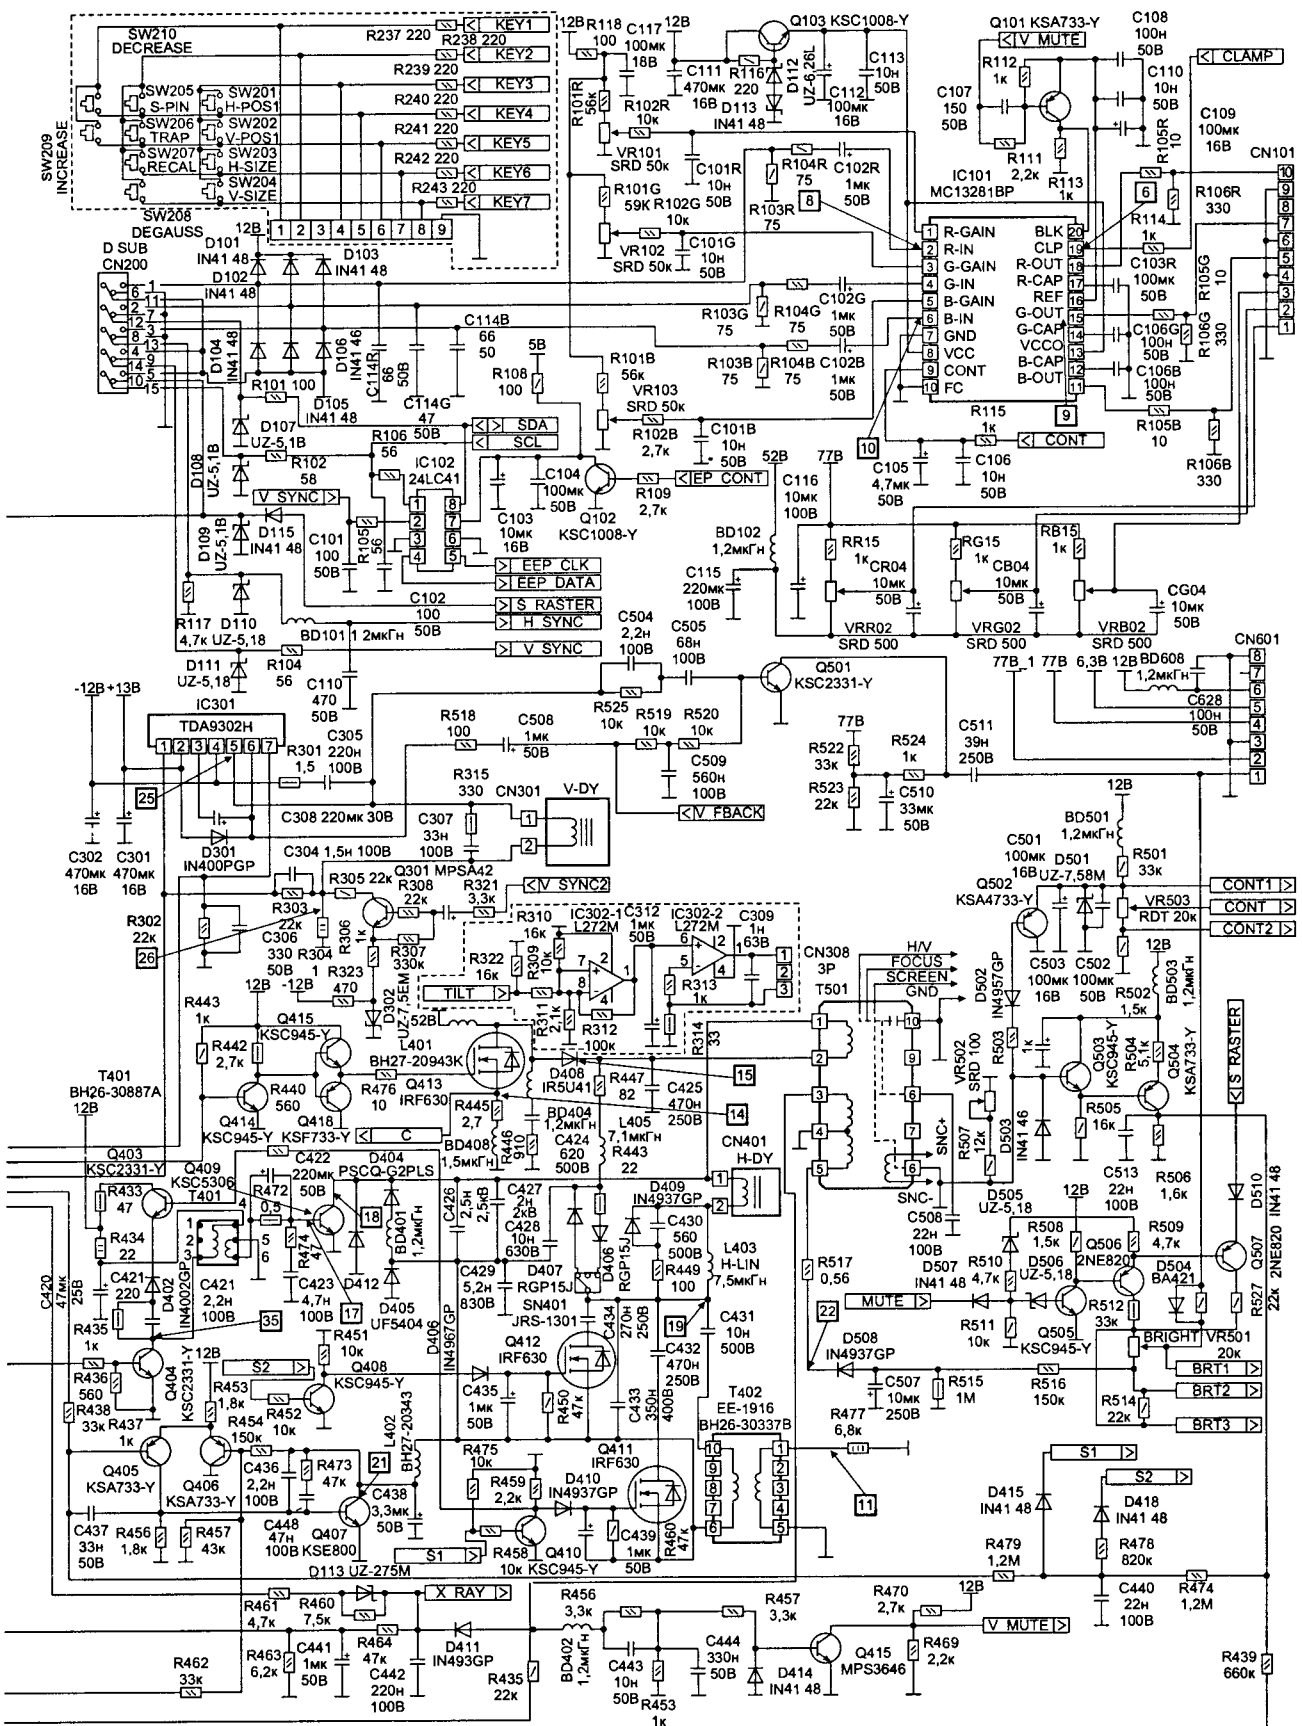
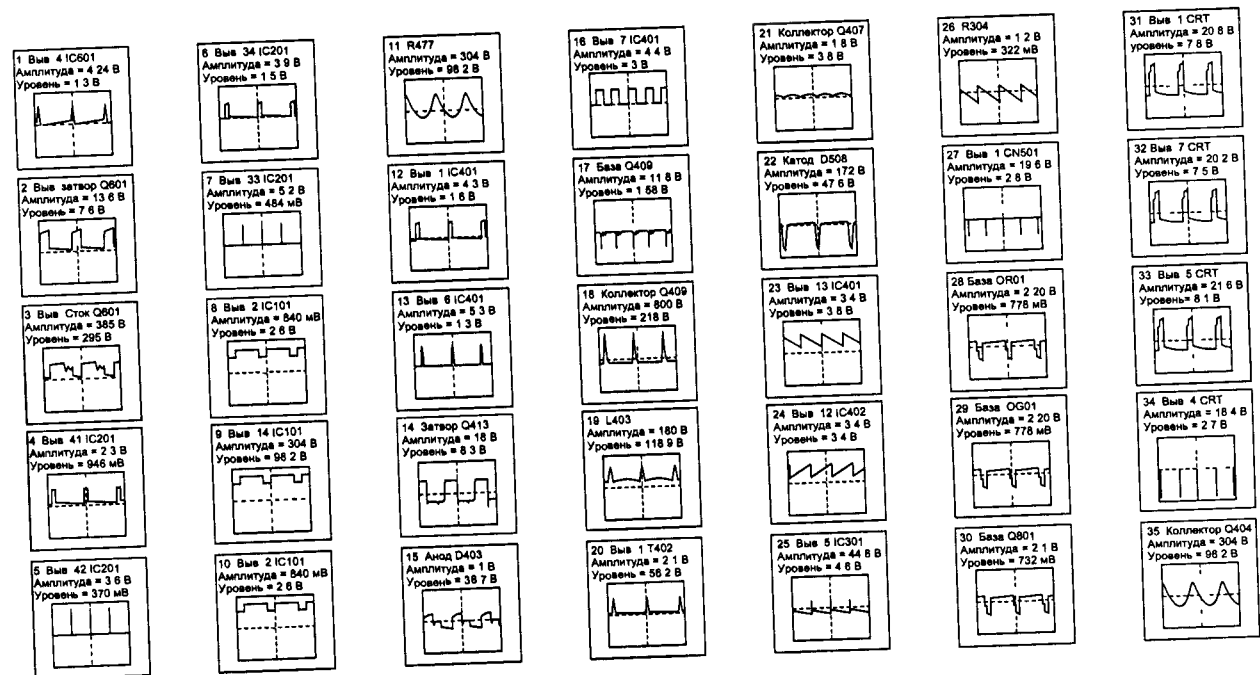

Рис. 5.1 (продолжение)
Рис. 5.3
Принципиальная схема шасси представлена на рис. 5.1 и 5.2, а осциллограммы сигналов в контрольных точках схемы — на рис. 5.3.
- для уменьшения помех от ИП в рабочем режиме его преобразователь синхронизируется с частотой строчной развертки по цепи: обмотка SNC(+)-SNC(-), T501, C605, R609, D608, C604, выв. 4 IC601 (осц. 1 на рис. 5.3).
На выв. 19 IC101 поступают строчные гасящие импульсы (осц. 6 на рис. 5.3), формируемые на выв. 37 микропроцессора IC201. Конденсаторы C103R, C103B, C103G, подключенные к выв. 17, 14, 12 IC101, служат для запоминания постоянной составляющей в видеосигнале каждого канала. Для блокировки выходных видеосигналов используется выв. 20 IC101. На этот вход видеопроцессора через буферный каскад Q101 поступает сигнал V MUTE, формируемый схемой на транзисторе Q415 из импульсов обратного хода строчной развертки. Сигнал блокировки снимается сразу после запуска строчной развертки. Через буферные каскады IC201 видеосигналы основных цветов R, G, B подаются на ее выходы — выв. 18, 15, 11.
Синхропроцессор построен на основе микросхемы IC401 типа TDA4858 (рис. 5.1). Микросхема содержит:
С выхода ГУН сигнал поступает на схему ФАПЧ 2, которая формирует импульсы запуска строчной развертки. Фильтрующий конденсатор C414 схемы ФАПЧ 2 подключен к выв. 31 IC401. Фаза импульсов запуска привязана к фазе импульсов обратного хода строчной развертки, которые снимаются с обмотки 3—4 T501 и через делитель R464, R463 подаются на выв. 1 IC401 (осц. 12 на рис. 5.3).
Импульсы запуска строчной развертки поступают на предварительный каскад — базу Q404 (осц. 35 на рис. 5.3), включенного по схеме с общим эмиттером (рис. 5.1). Нагрузкой транзистора служит трансформатор T401. Каскад питается от источника +12 В. Цепь D402, C402, R435 демпфирует выбросы напряжения, возникающие при переключении транзистора Q404. Со вторичной обмотки T401 импульсы запуска поступают на выходной каскад, выполненный по схеме двустороннего электронного ключа с последовательным питанием на транзисторе Q409 и диоде
Управление питанием выходного каскада строчной развертки реализовано методом ШИМ. ШИМ-модулятор (внутри IC401) формирует импульсный сигнал, который снимается с выв. 6 IC401 и через буфер Q414—Q416 поступает на ключевой каскад на полевом транзисторе Q413. Транзистор питается от вторичного канала +50 В ИП. Импульсный сигнал снимается со стока Q413, выпрямляется диодом D408 и через обмотку 1—2 T501 подается на коллектор Q409. Защита от предельного тока через ключ Q413 выполнена с помощью сигнала обратной связи С (осц. 14 на рис. 5.3), который снимается с датчика тока R445, BD408 и подается на вход схемы ограничения тока — выв. 4 IC401.
Каскад реализован на микросхеме IC301 типа TDA9302H (рис. 5.1). Микросхема выполняет функции усилителя мощности и генератора импульсов обратного хода кадровой развертки. Противоположные пилообразные импульсы кадровой развертки с выхода задающего генератора (выв. 12, 13 IC401) поступают на вход схемы —
На конденсаторе C506, подключенном к обмотке 8—6 T501, формируется напряжение, уровень которого пропорционален току лучей кинескопа. Это напряжение используется схемой ОТЛ, выполненной на элементах D502, R503, Q502 (рис. 5.1). При превышении заданного уровня тока лучей транзистор Q502 открывается и шунтирует стабилитрон D501, формирующий управляющее напряжение для регулировки контрастности. В результате видеосигналы на выходе видеопроцессора IC101 блокируются. Уровень ОТЛ устанавливается переменным резистором VR502.